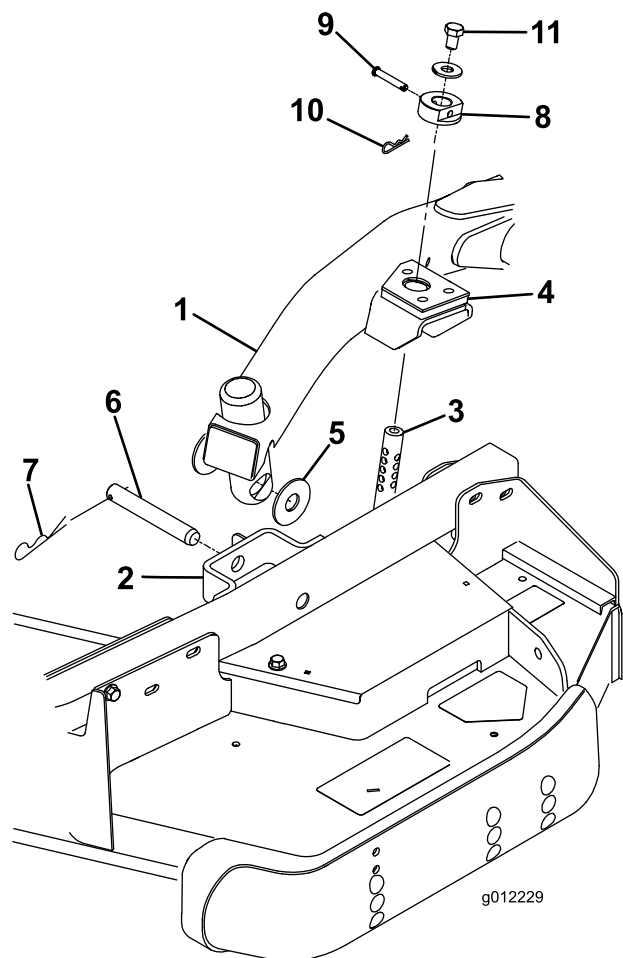

Figura 23
4. Portate la leva di sollevamento in posizione Float. Spingete verso il basso un braccio di sollevamento fino a quando i suoi fori non si trovano allineati ai fori della staffa del braccio della ruota orientabile e l'asta dell'altezza di taglio può essere inserita nei pattini del braccio di sollevamento (Figura 23).
5. Fissate il braccio di sollevamento al braccio della ruota orientabile con (2) rondelle di spinta, un perno con testa e una coppiglia. Posizionate le rondelle di spinta tra il braccio di sollevamento e la staffa del braccio della ruota orientabile (Figura 23). Inserite l'estremità della coppiglia nell'apposito intaglio di ritegno presente sulla linguetta del braccio della ruota orientabile.
9. Montate i collari dell'altezza di taglio sulle aste dell'altezza di taglio e fissateli con dei perni con testa e delle coppiglie (Figura 23). La testa del perno deve essere rivolta verso la parte anteriore del piatto di taglio.
10. Montate un bullone da 1/2 x 3/4 pollici e una rondella sulla sommità di ogni asta dell'altezza di taglio (Figura 23).